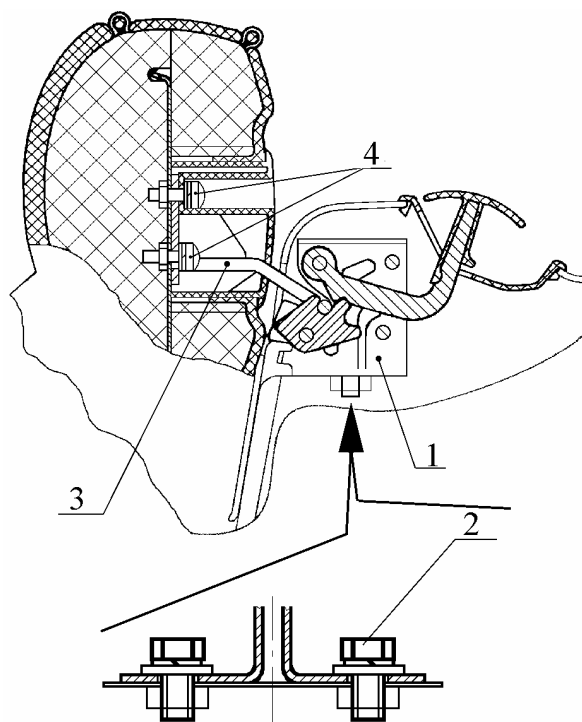

Рис. 49. Регулировка замков заднего сиденья:
2) обеспечить четкое запираение и отпирание спинок сидений, отрегулировав положение замков 1 (рис. 49) с помощью болтов 2 в горизонтальной плоскости и положение запорной скобы 3 с помощью винтов 4 в вертикальной плоскости